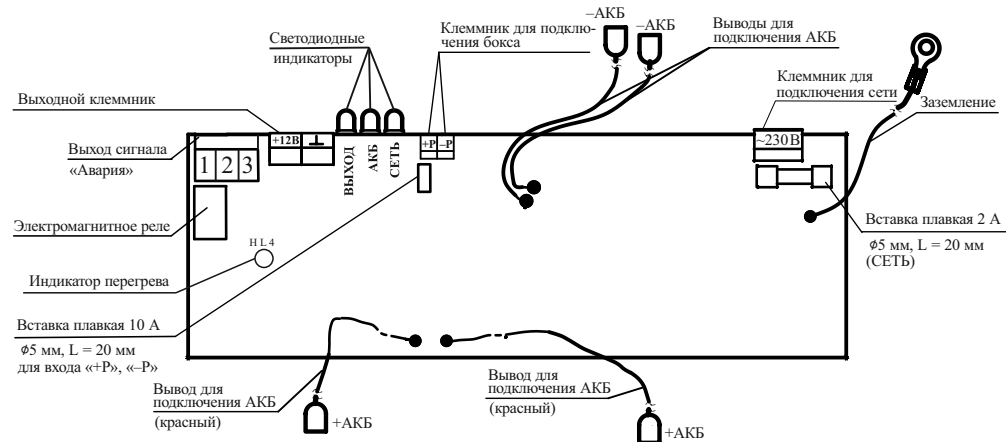

Рисунок 1 – Плата источника
6.4 Для подключения источника следует использовать провода с максимальным сечением согласно п. 2.17. Подключение соединений производить в следующей последовательности (рисунок 1):